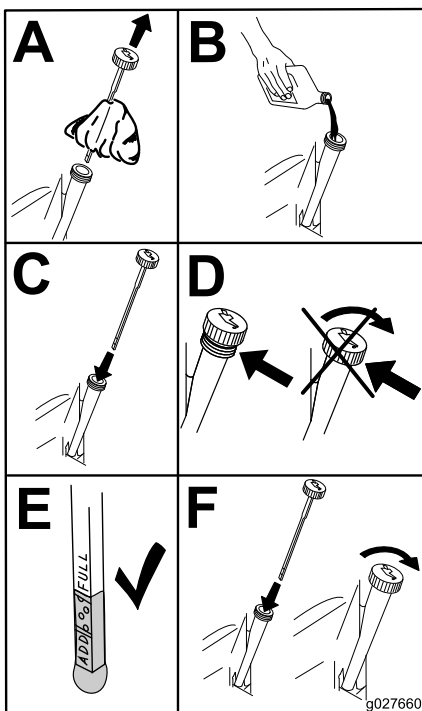

Figura 63
5. Deite cerca de 80% do óleo especificado no tubo de enchimento e adicione lentamente o óleo adicional até chegar à marca **Full (cheio)** (Figura 63).